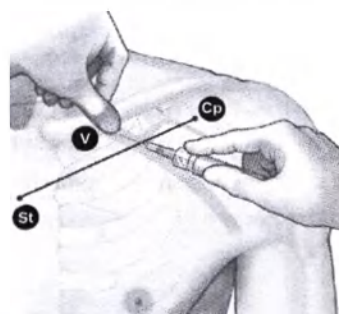

Рисунок 9. Расположение большого пальца и введение иглы
4. Поставьте большой палец напротив указательного и спроектируйте его на 1–2 сантиметра ниже ключицы, чтобы защитить подключичную мышцу от иглы (при наличии явной гипертрофии грудной мышцы большой палец должен находиться приблизительно на 2 сантиметра ниже ключицы, поскольку подключичная мышца также будет гипертрофирована) (Рисунок 9 Расположение большого пальца и введение иглы).